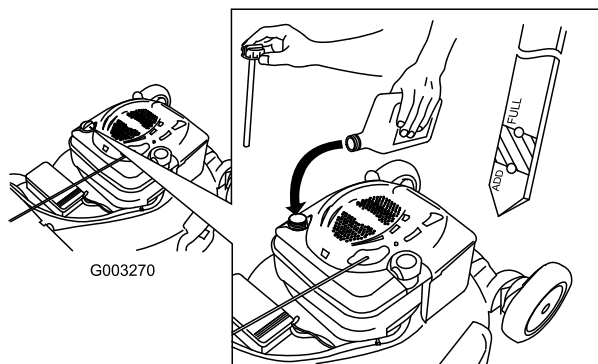

Figure 14
1. Retirez la jauge, essuyez-la sur un chiffon et remettez-la dans le goulot de remplissage (Figure 14).
- Sortez de nouveau la jauge et contrôlez le niveau d'huile (Figure 14). Si le niveau n'atteint pas le repère minimum (Add) de la jauge, versez **lentement** suffisamment d'huile dans le goulot de remplissage pour faire monter le niveau au repère maximum (Full). **Ne remplissez pas excessivement.** (Remplissage max. : 0,59 l (20 oz), type : huile détergente SAE 30W de classe de service API SF, SG, SH, SJ, SL ou supérieure.